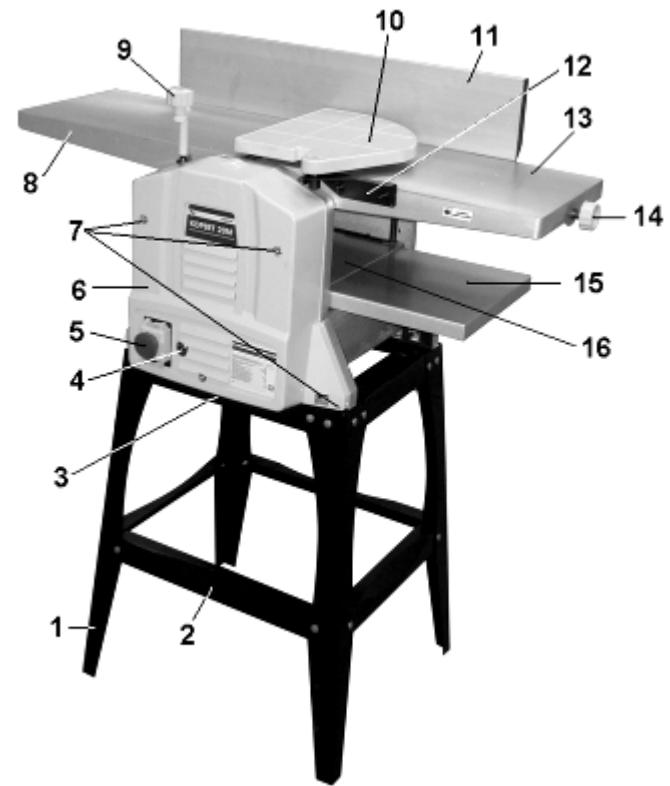
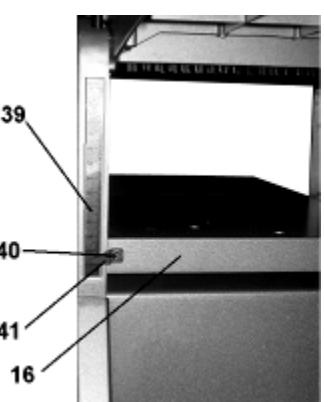

Рис. 2
Рис. 12
9.1. Установка машины (Рис. 2)
9.2.1. Как показано на Рис.2; 5, установите и закрепите направляющую планку (11).
9.2.4. При оборудовании машины для выполнения строгания установите защитную планку (10) в держатель (12). Проверьте правильность работы защитной планки (10), т.е. пружинный механизм защитной планки должен закрывать часть строгального вала, не принимающего участия в обработке заготовки, Рис.2.
Внимание: Ручка (9) не закрепляется, поэтому устанавливается на момент непосредственной регулировки высоты рабочего стола (16). Выполнение любых операций на машине производится со снятой ручкой (9), Рис. 2, 7.
11.5. Скорость подачи заготовки обеспечивается ручным усилием оператора. При этом учитывайте ширину и глубину строгания, степень влажности, плотности и однородности древесины. Прижимая заготовку к столу подачи (13), подавайте её вперед, навстречу направлению вращения строгального вала, Рис.2, 13. Подавайте заготовку с равномерной скоростью. Любая остановка заготовки образует неровность или ступень на обрабатываемой поверхности заготовки. В целях собственной безопасности защитная планка (10) должна закрывать часть строгального вала (ножей), не используемого при строгании.
11.6. Переоборудуйте машину для выполнения строгания в размер по высоте (рейсмус) (см. пункт 9.2.). Ручкой (9), Рис.2, по шкале (39) установите рабочий стол (16), Рис.12, в положение, соответствующее максимально толстому участку заготовки, после чего установите глубину строгания.
11.7. Заготовку подавайте обработанной (строганной) стороной вниз по поверхности рабочего стола (16) (со стороны приёмного стола (8)) до момента захвата заготовки протяжными роликами (автоматическая подача); по необходимости поддерживайте заготовку, не форсируя и не замедляя скорость прохождения заготовки, Рис.2.
12.1. Отсоедините вилку шнура питания машины от розетки электросети. Демонтируйте направляющую планку (11) и защитную планку (10), Рис.2, снимите патрубок пылесборника (30), Рис.7.
Предварительно установите ножи (43) в самое нижнее положение. Ножи (43) и прижимные пластины (44) аккуратно установите в пазы строгального вала (42), вращая винты (45) крепления прижимной пластины против часовой стрелки, Рис.12.